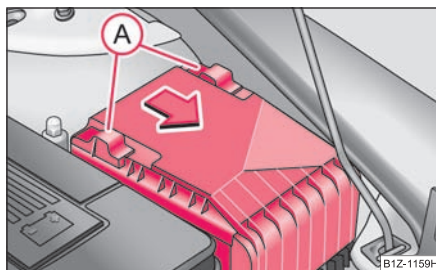

Fig. 238 Capacul cutiei de siguranțe din compartimentul motorului
- Deplasați mânerul de siguranță (A) ⇒ fig. 238 până la limită, în spatele mânerului de siguranță apare simbolul ; scoateți capacul.